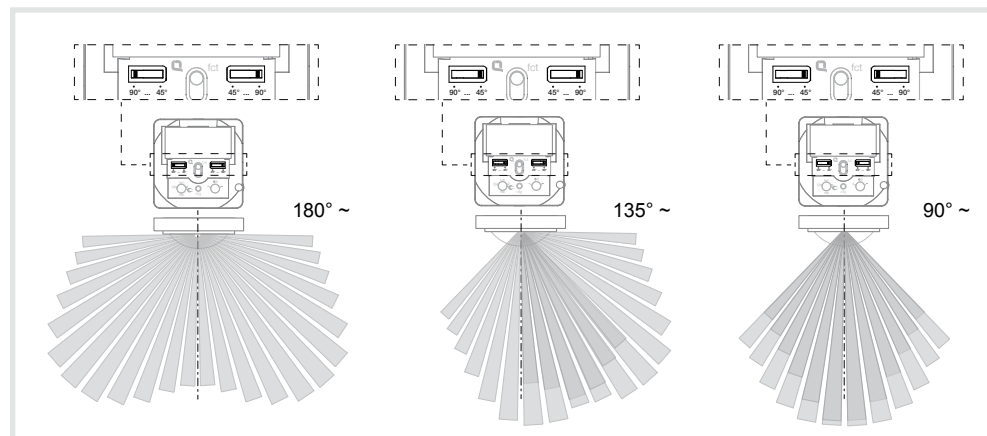
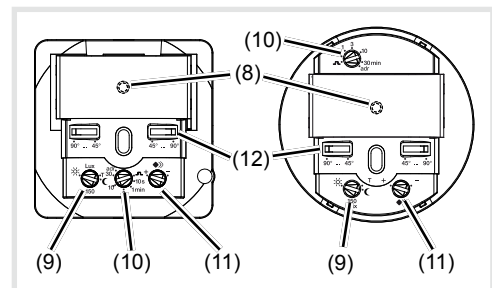

Bild 5: Einstellung des Erfassungswinkels
Bild 8
Der Erfassungswinkel kann für die rechte und für die linke Seite je Einsteller (Bild 8, 12) zwischen 45° ... 90° eingeschränkt werden. Somit kann der Erfassungswinkel zwischen 90° und 180° liegen (Bild 5).
■ Potenziometer Ansprechhelligkeit (Bild 8, 9) auf Position TEST einstellen.
■ Potenziometer Ansprechhelligkeit (Bild 8, 9) in die gewünschte Position drehen.
■ Potenziometer Nachlaufzeit (Bild 8, 10) in die gewünschte Position drehen.
■ Potenziometer Empfindlichkeit (Bild 8, 11) in die gewünschte Position drehen.